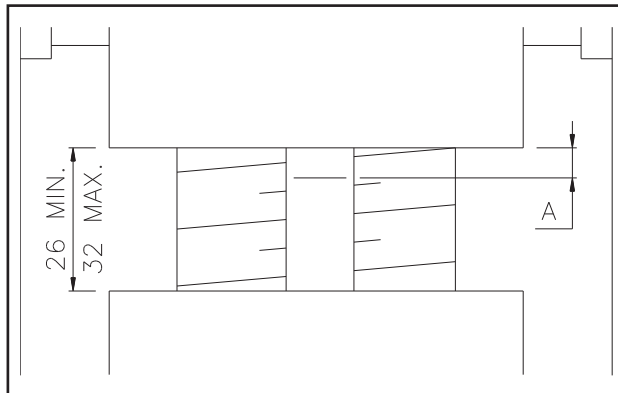

Fig. 23- Abb.23
- check dimension in Fig.23: For optimal operating conditions ensure $A = 1.5 \text{ mm.}$ if $A = 0 \text{ mm.}$, the lifting nut is 50 % worn and must be replaced.
■ Contrôler la cote A (Fig. 23). Si A=1,5 mm: écrou en parfait état. Si A=0 mm: l'écrou est usé à 50%; la limite d'usure est atteinte.
- Die Höhe anhand der Abbildung 23 kontrollieren: bei A = 1,5 mm wird ein optimaler Betrieb gewährleistet; bei A = 0 mm ist das tragende Spiralgehäuse zu ca. 50% verschlissen und muß ausgewechselt werden. Es ist der autorisierte Kundendienst zu rufen.